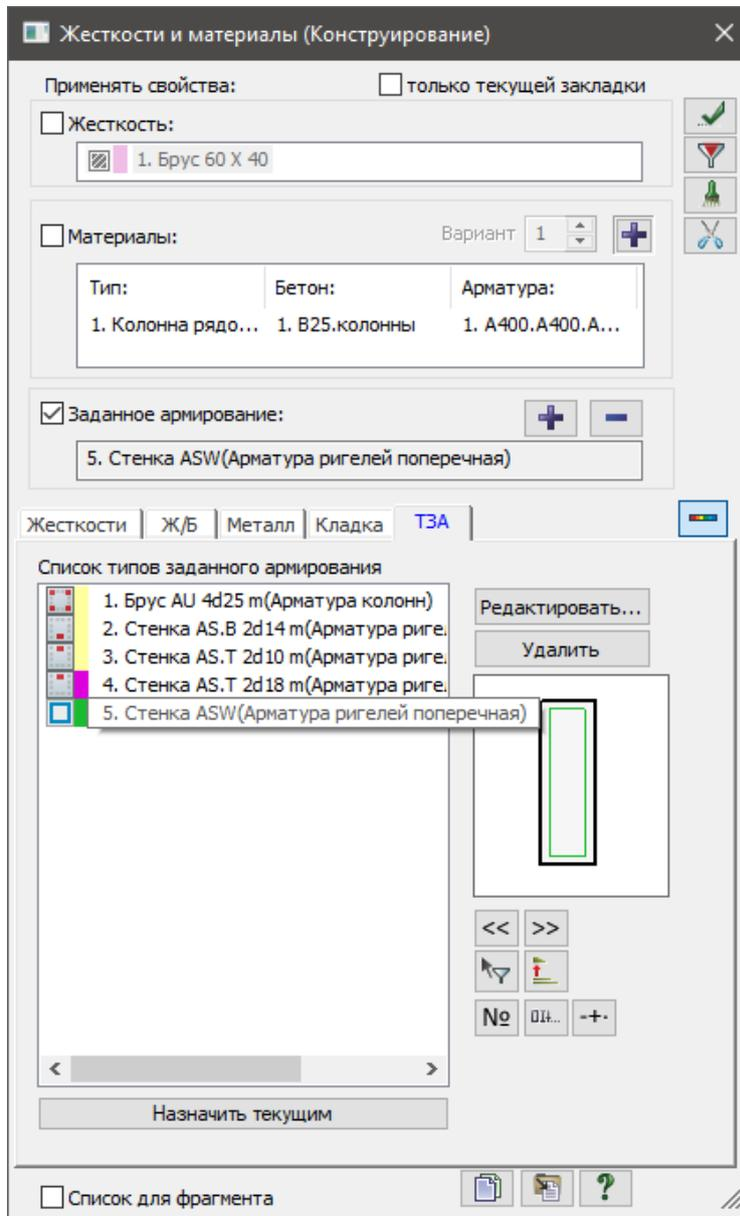

Рис.16.21 Диалоговое окно Жесткости и материалы
- Снимите галочки с параметров «Жёсткость» и «Материалы» (Рис.16.21);